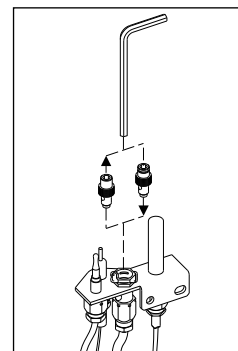

fig. 2
- 4 Introduire une clé hexagonale de 4 mm (5/32 po) dans le logement hexagonal de l'injecteur (fig. 2) et tourner dans le sens contraire des aiguilles d'une montre pour libérer l'injecteur de l'arbre.